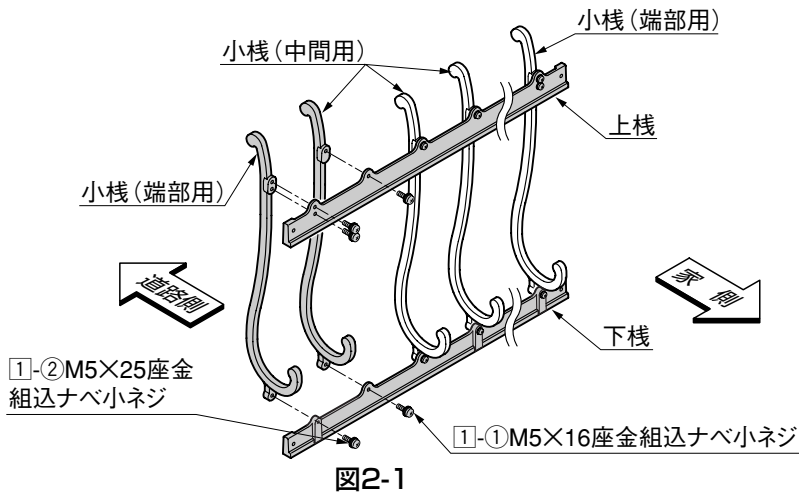

図2-1
- ① 上棧・下棧と小棧を①-①と①-②で組付けてください。(図2-1参照)